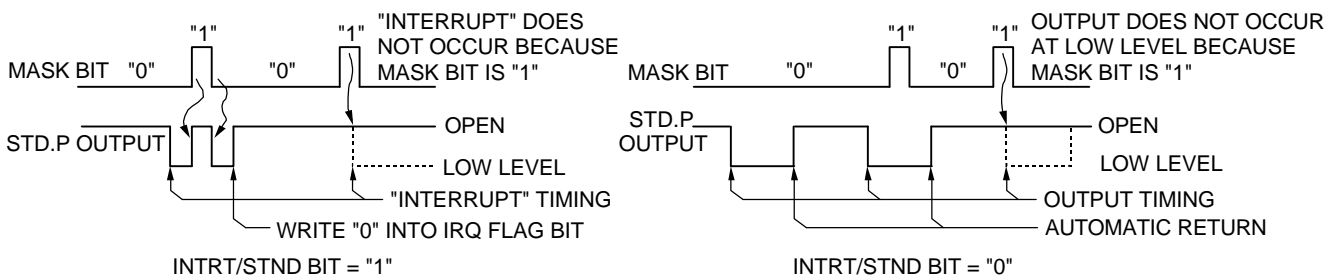

图12
- a) MASK (D0) ——此位控制STD.P的输出。当MASK=1时, STD.P=1 (开路);当MASK=0时, STD.P=输出方式。MASK位和STD.P输出之间的关系如图12所示。